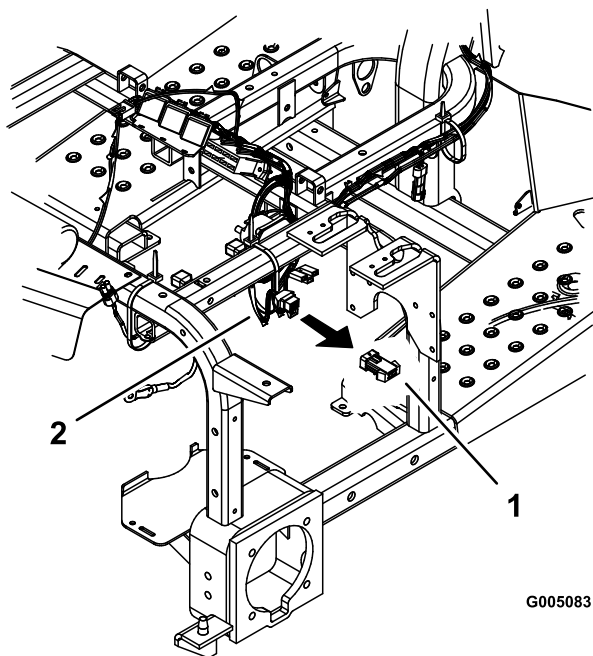

Bild 34
5. Nehmen Sie den Überbrückungsdraht vom Hauptkabelbaum unter dem Armaturenbrett ab (Bild 34).